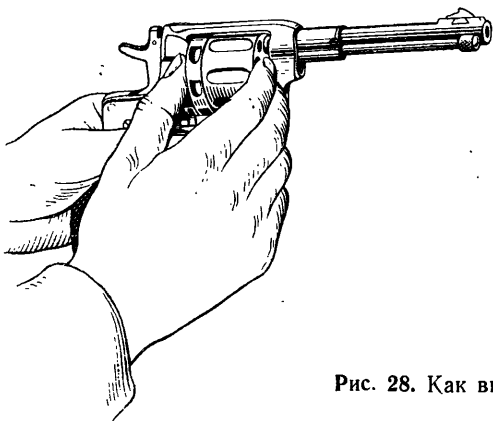

Рис. 28. Как вынуть барабан
3) **вынуть барабан:** откинуть дверцу вниз к спусковой скобе, вынуть барабан в правую сторону и закрыть дверцу (рис. 28).